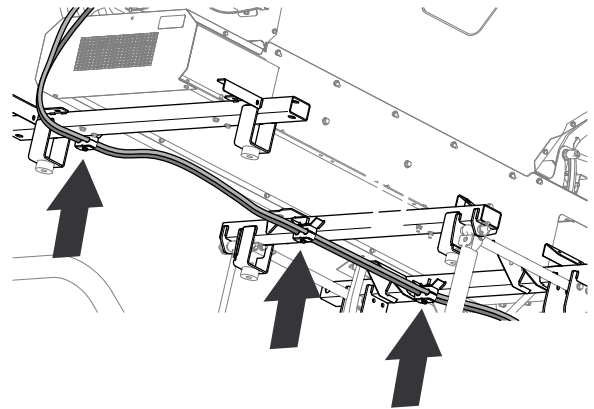
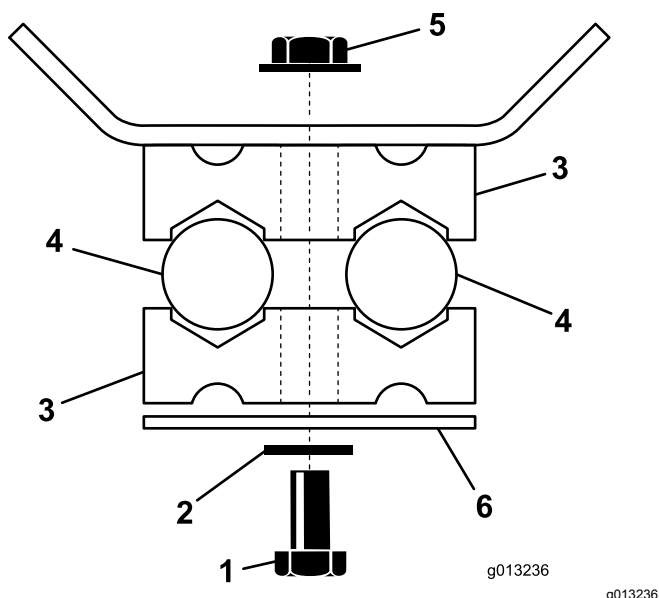

Figura 22
Figura 23
1. Encaminhe os tubos de pressão hidráulica e retorno ao longo do lado direito da calha da estrutura do adubador como se mostra na Figura 22.
2. Monte, sem apertar, os tubos nos três suportes de montagem dos tubos localizados nas travessas frontal, central e traseira (Figura 22 e Figura 23) com três parafusos ($\frac{1}{4} \times 2\frac{3}{4}$ pol.), três anilhas ($\frac{1}{4}$ pol.), três placas de fixação, seis metades de braçadeira de tubos e três porcas de bloqueio flangeadas ($\frac{1}{4}$ pol.).
- Aperte os três parafusos e as três porcas de bloqueio que prendem as metades das braçadeiras dos tubos (Figura 23).